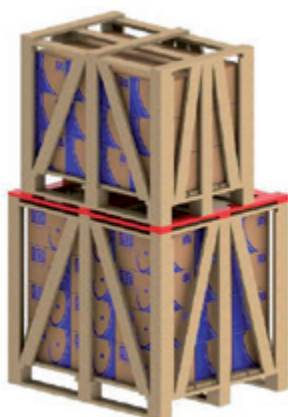

Figura 5.5 - Utilização de sarrafos adicionais para empilhamento
4) Para o empilhamento de um volume menor sobre um volume maior, acrescentar sarrafos transversais entre os mesmos, quando o maior não oferecer resistência ao peso do menor (ver Figura 5.5). Esta situação normalmente ocorre com os volumes dos motores de carcaça acima da IEC 225S/M (NEMA 364/5T).